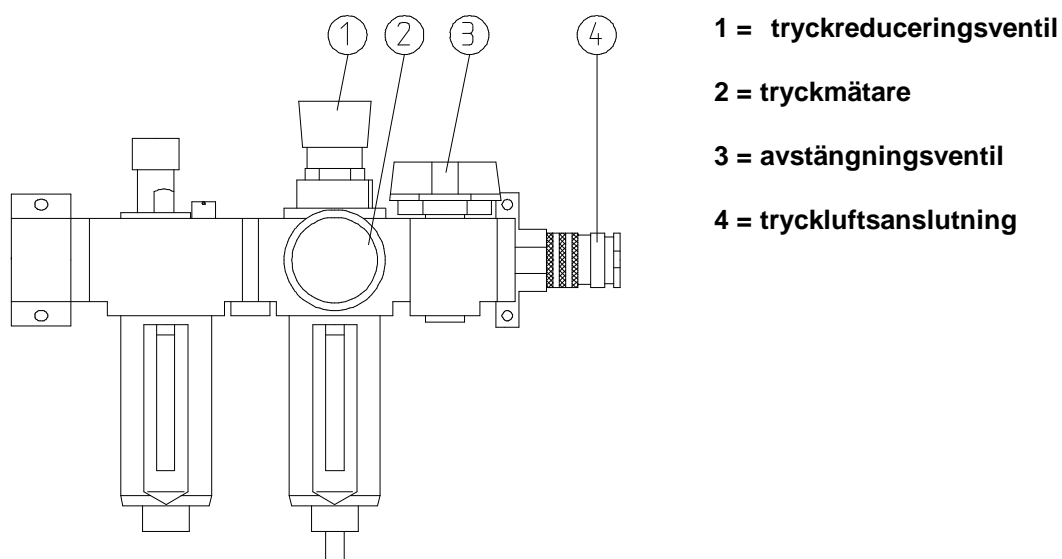

bild 5
- Typ: SO-30ex, ansluts till tryckluftnätet via sin ingång (se bild 5/4). Se till att avstängningsventilen (nr 3) är vriden i riktning mot ingången. Via tryckreduceringsventilen (nr 1) kan lufttrycket inställas på 6.2 bar. Trycket avläses på tryckmätaren (nr 2).